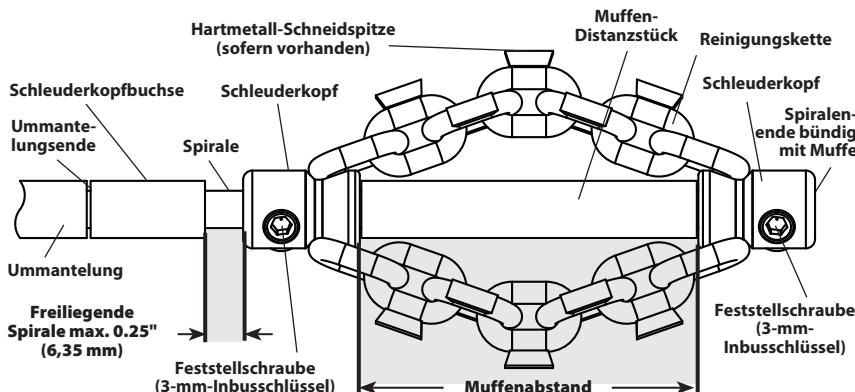

Abbildung 10 – Montage/Einstellung des Kettenschleuderkopfes
2. Abbildung 10 zeigt schematisch den richtigen Einbau und die Einstellung eines Kettenschleuderkopfs. Bei der Installation/Einstellung von Kettenschleuderköpfen sind zwei wichtige Punkte zu beachten.
6. Kettenschleuderkopf, Buchse und Muffen-Distanzstück wie in Abbildung 10 gezeigt probeweise an der Spirale anbauen. Die Ketten müssen gerade und dürfen nicht verdreht sein. Um einen übermäßigen Verschleiß zu verhindern, muss das Spiralenende bündig am Ende der Muffe abschließen.
7. Wenn der Kettenschleuderkopf wie in Abbildung 10 gezeigt korrekt an der Spirale installiert ist, ziehen Sie die Feststellschrauben mit dem mitgelieferten Inbusschlüssel fest. Setzen Sie die Spitze der Stellschraube gegen die Spirale und ziehen Sie dann 1/8 bis 1/4 Umdrehung (45° bis 90° Grad) weiter an. Sind die Feststellschrauben nicht festgezogen, kann der Kettenschleuderkopf abrupten und die Spirale beschädigen oder in den Abfluss fallen.